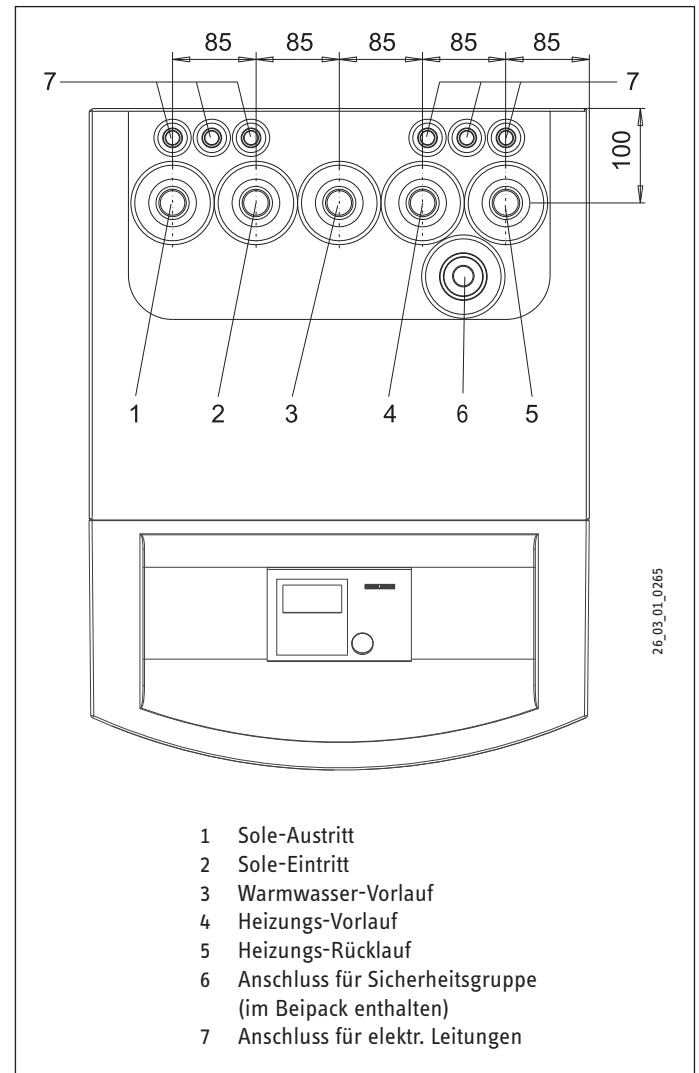

Abb. 5
Auf den richtigen Anschluss des Heizungsvorlaufs und -rücklaufs ist zu achten (Abb. 5). Um die wasserseitige Körperschallübertragung zu reduzieren, sind flexible Druckschläuche erforderlich (Best.-Nr. siehe Abschnitt 2.3). Die Wärmedämmung ist entsprechend der Energieeinsparverordnung auszuführen.
Für die Erwärmung von Warmwasser wird ein Warmwasserspeicher mit einem innenliegenden Tauscher benötigt (siehe Sonderzuheiß auf Seite 13). Die mindestens benötigte Wärmeaustauscherfläche beträgt 3 m^2 . In der WPF ist ein Dreiwegeventil zur Umschaltung zwischen dem Warmwassererwärmungskreis und dem Heizungskreis eingebaut. Der oberste Tauscheranschluss des Warmwasserspeichers ist mit dem Warmwasservorlauf der WPF (siehe Abb. 5) zu verbinden. Der unterste Tauscheranschluss des Warmwasserspeichers muss mit dem Rücklaufanschluss der WPF verbunden werden. Dazu ist hinter dem Schwingungsdämpfer, der direkt an die WPF anzuschließen ist, ein T-Stück zu setzen,
- Alle Anschlussleitungen sowie Fühlerleitungen müssen durch die vorgesehenen Durchführungen in der Rückwand geführt werden (Pos. 7 in Abb. 5).